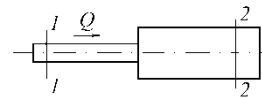

Рис. 3
7. Определить потерю напора на внезапное расширение потока (рис. 3), если известны показания пьезометров $h_1 = 16$ см, $h_2 = 30$ см, диаметры $d_1 = 20$ мм, $d_2 = 50$ мм, расход $Q = 1$ л/с.